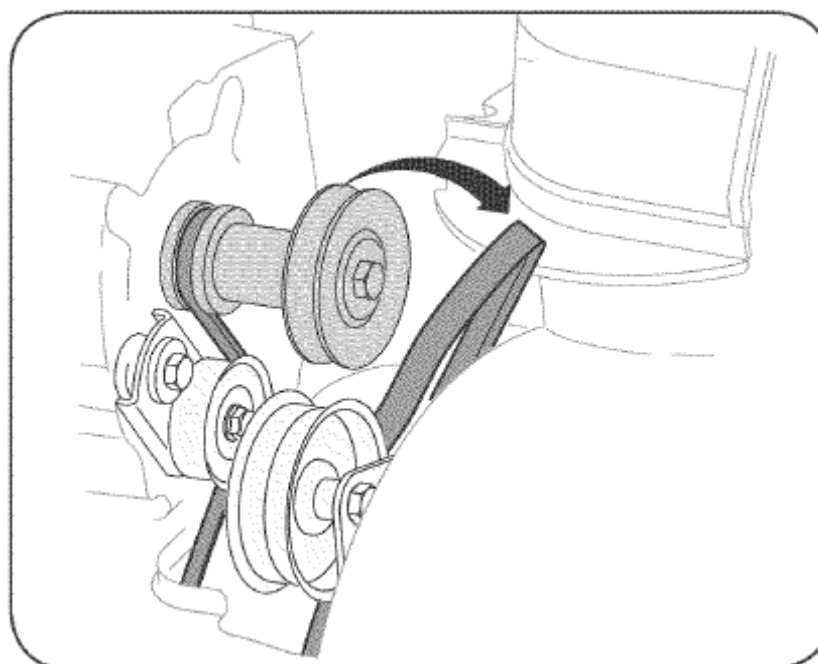

Рисунок 23
3. Снимите ремень шнека со шкива двигателя (см. рис. 23).